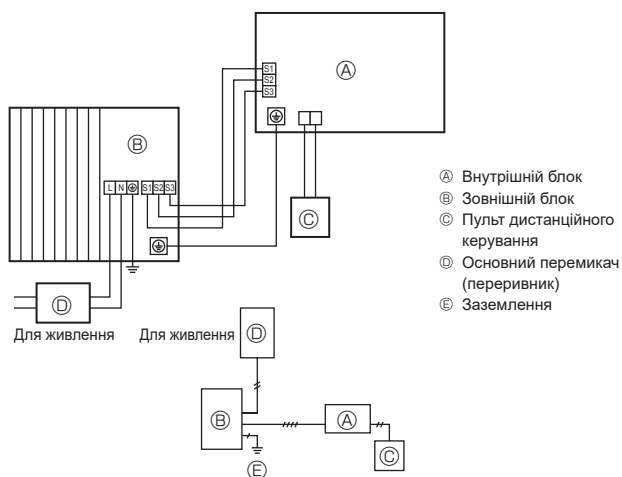

Fig. 6-1
6.1. Зовнішній блок (Fig. 6-1, Fig. 6-2)
- ① Зніміть експлуатаційну панель.
- ② Проводи та кабелі, зображені на Fig. 6-1 та Fig. 6-2.